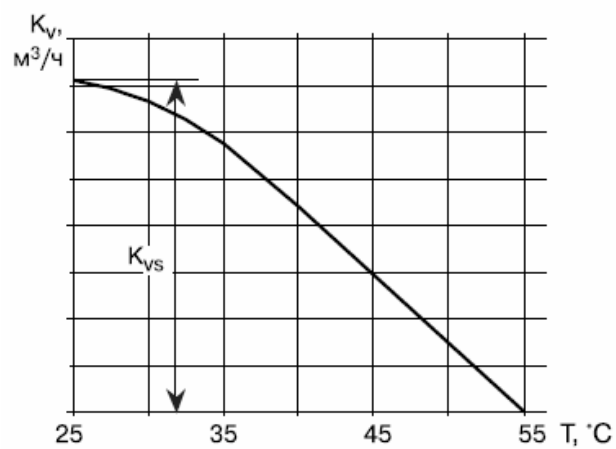

Рис. 3. Характеристика регулирования клапана MTCV.
Характеристика регулирования балансировочного клапана МТСV (рис. 3). Специальное уплотнение (13) защищает термозлемент от прямого контакта с водой, что обеспечивает его долговечность и точность регулирования.